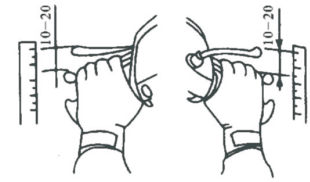

Figura 3-1
1.3 Verificarea frânelor din față și din spate: când se apasă maneta de frână, de la momentul în care începeți să o strângeți până la simțirea rezistenței (adică frâna începe să acționeze), deplasarea manetei trebuie să fie cuprinsă între 1 mm și 20 mm (maximum 25 mm). Așa cum este prezentat în Figura 3-1, testați dacă deplasarea extremităților manetei se încadrează în intervalul specificat.